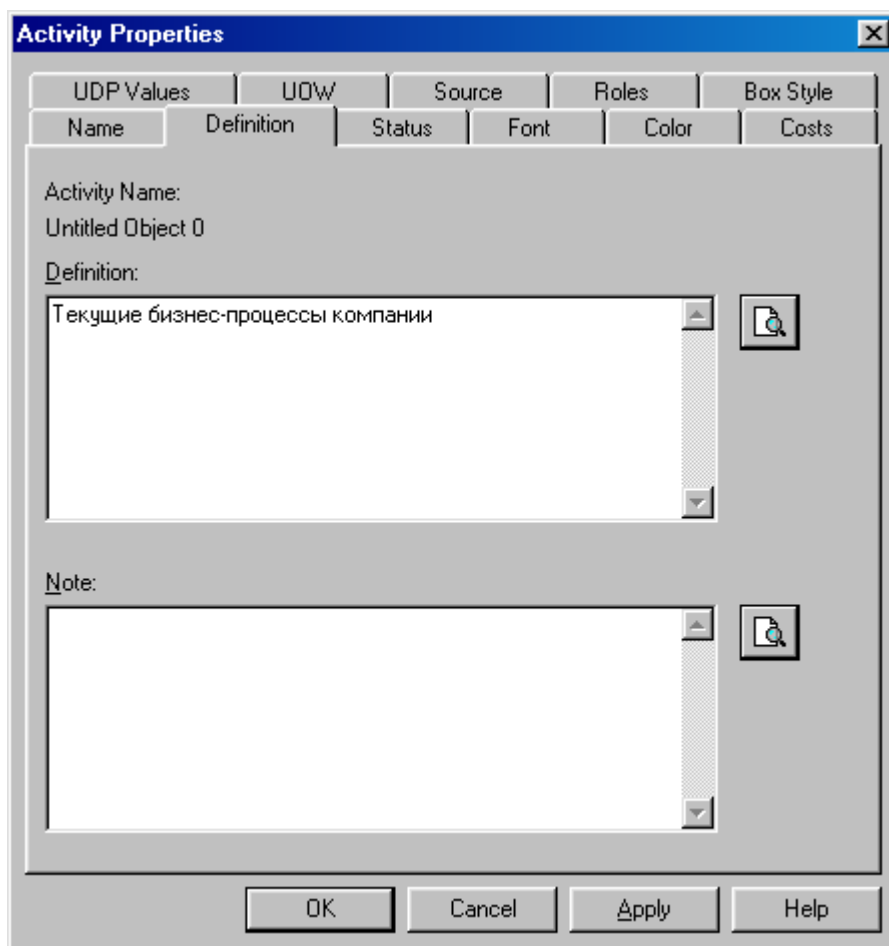

Рисунок 1.10 – Внесение дополнительных данных о работе
- 12 Во вкладке **Definition** диалогового окна **Activity Properties** в текстовое поле **Definition** (Определение) внесите "Текущие бизнес-процессы компании" (рисунок 1.10). Текстовое поле **Note** (Примечания) оставьте незаполненным.